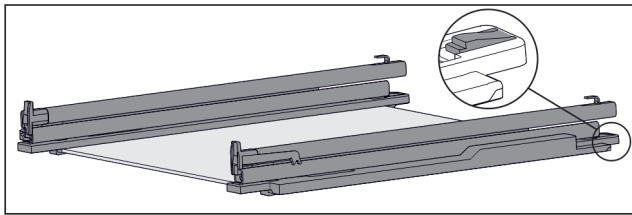

Fig. 120 Glasplade med skinner og holdedele
▶ Tryk den bageste del af holdedelen ned (se Fig. 120), og skub samtidigt skinnen bagud.